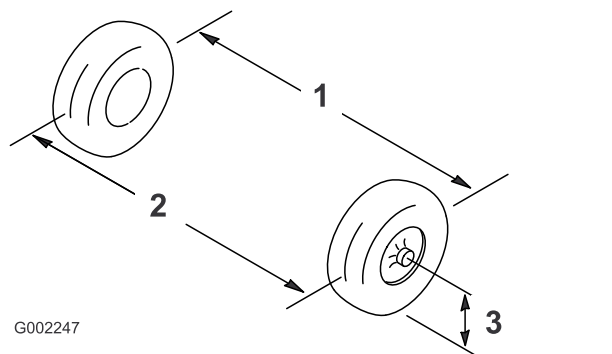

図 101
2. 前輪の前と後ろで、左右のタイヤの中央線間距離を測る計測はアクスルの高さで行う (図 101)。